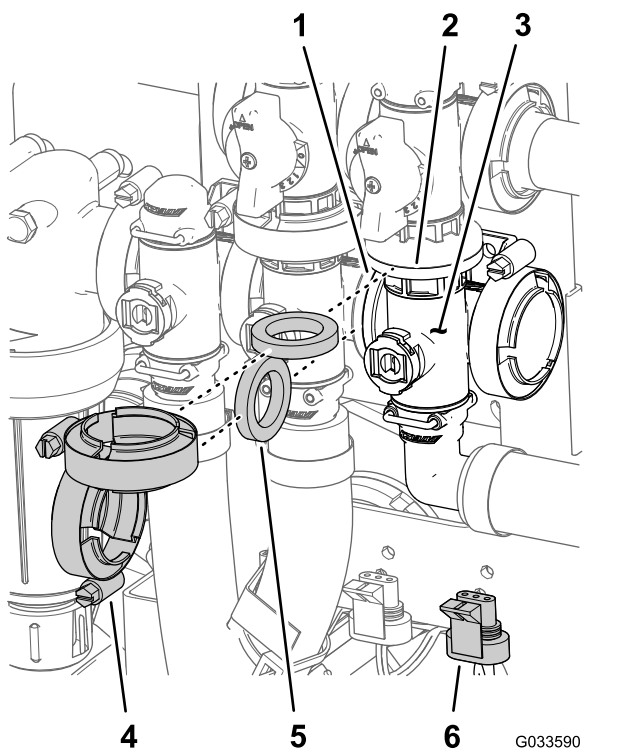

Figura 129
- Alinhe a flange do coletor da válvula da rampa principal, uma junta e a flange da válvula de derivação da rampa principal (Figura 129).
- Monte o coletor da válvula da rampa principal, junta e válvula de derivação da rampa principal com uma braçadeira de flange bem apertado à mão (Figura 129).
- Alinhe a flange do coletor da válvula da rampa principal, uma junta e o coletor da válvula de agitação (Figura 129).
- Monte o coletor da válvula da rampa principal, junta e coletor da válvula de agitação com uma braçadeira de flange e aperte à mão (Figura 129).
- Monte a válvula de agitação na montagem da válvula com o parafuso de cabeça flangeada e porca de bloqueio flangeada (Figura 129) que removeu no passo 3 de Remoção da válvula do coletor da rampa principal (página 84) e aperte a porca e parafuso com 10 a 12 N·m.